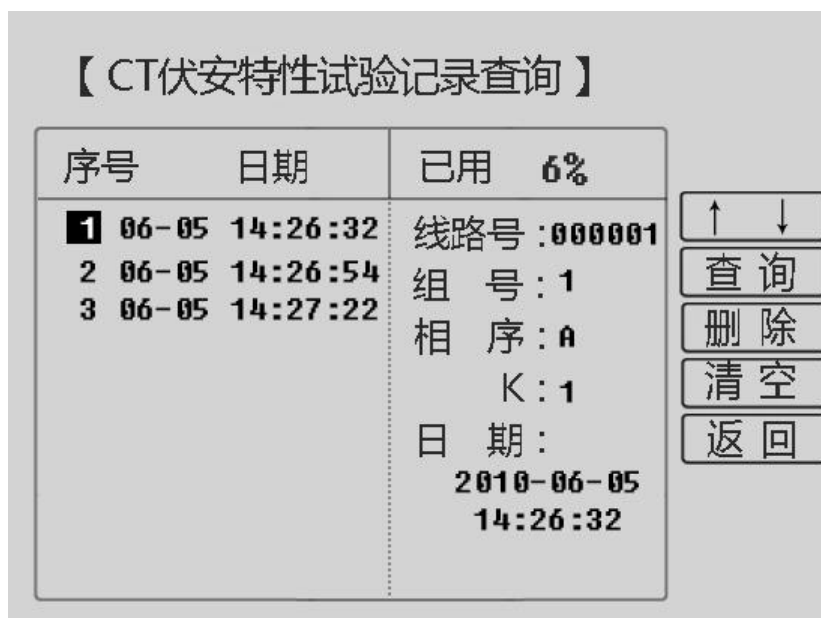
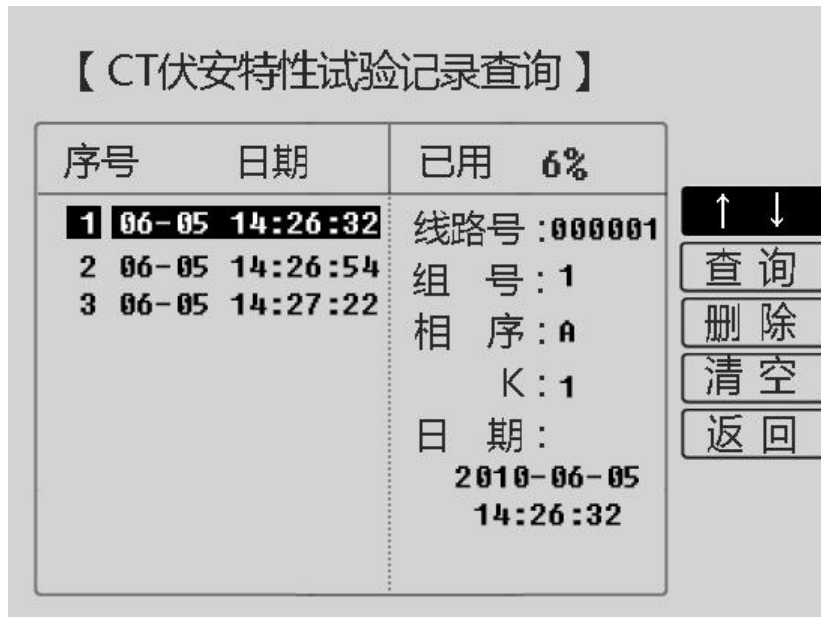

图 3.16 伏安特性历史数据选择界面
图 3.17 伏安特性历史数据操作界面
4. **↑ ↓**：通过旋转鼠标将光标移动至 **↑ ↓** 选项并按下，进入已存储的数据组数选择界面（如图 3.16）。通过旋转鼠标的左旋或者右旋，光标在序号上下移动，可选择用户想要查看的数据。选定数据后按下旋转鼠标，即可对数据进行操作（如图 3.17）。